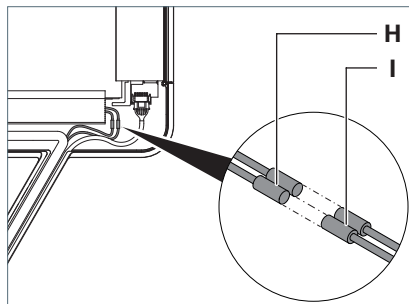

Fig. 5 : Brancher la tête du luminaire, partie 1.
- Branchez les deux fiches **H** avec les buses **I** dans la tête du luminaire, voir Fig. 5.